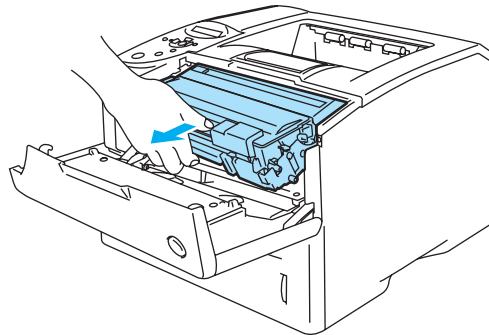

Abbildung 5-13
- Berühren Sie keinesfalls die in Abbildung 5-13 gezeigten Elektroden, sonst kann der Drucker durch statische Elektrizität beschädigt werden!